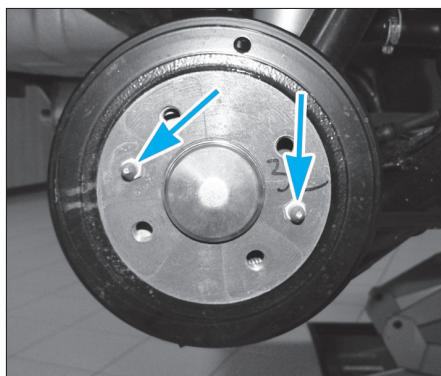

FIG. 6
- Déposer les deux vis de maintien du tambour (Fig.6).